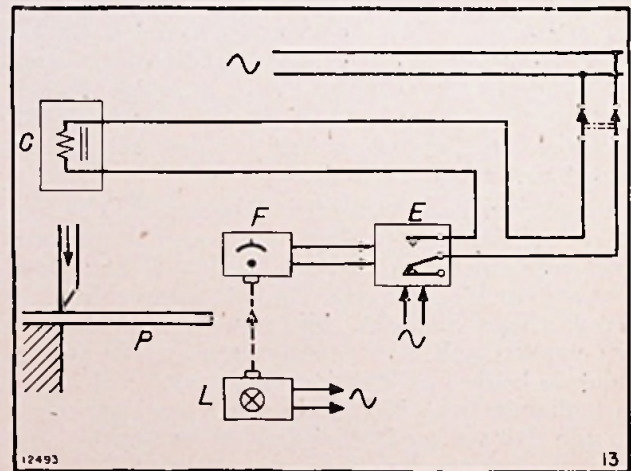

Fig. 13. — Op maat afknippen van ondoorzichtig materiaal.
V. — Het op maat afknippen van ondoorzichtig materiaal (fig. 13).